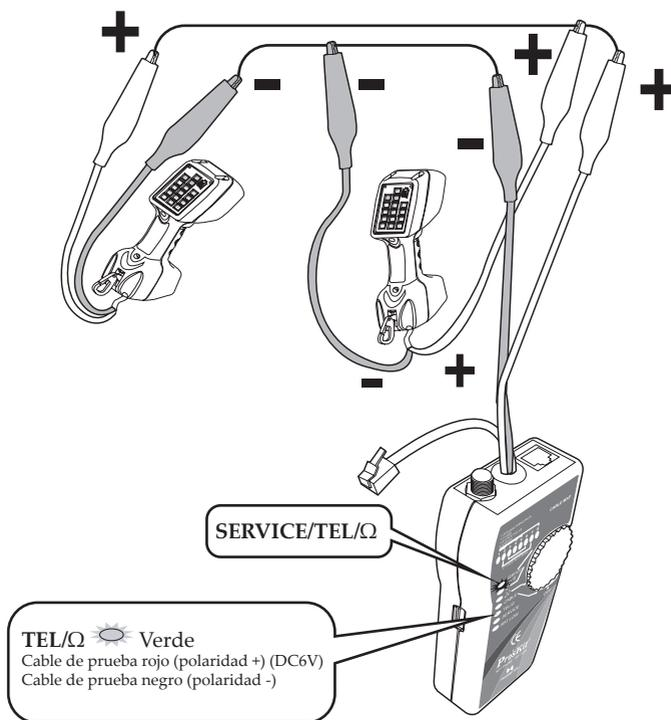

Figura 10 Alimentación de una prueba de línea
1. Conecte el generador de tonos al circuito de voz como se muestra en la Figura 10.